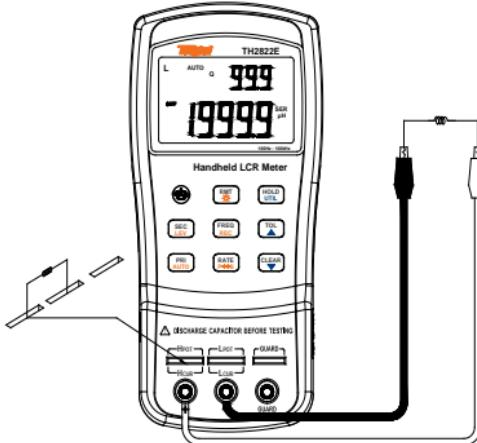
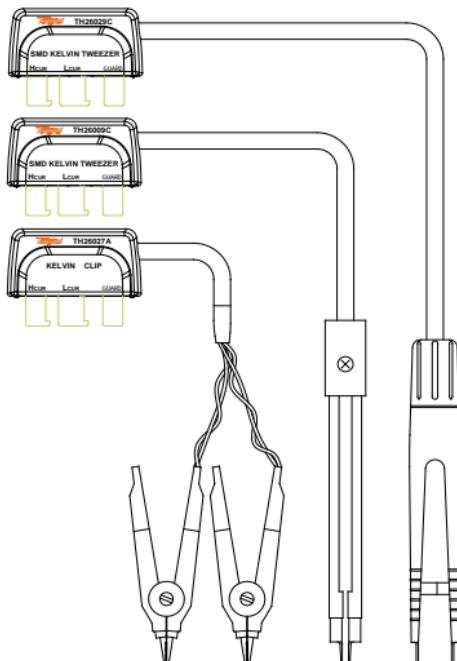
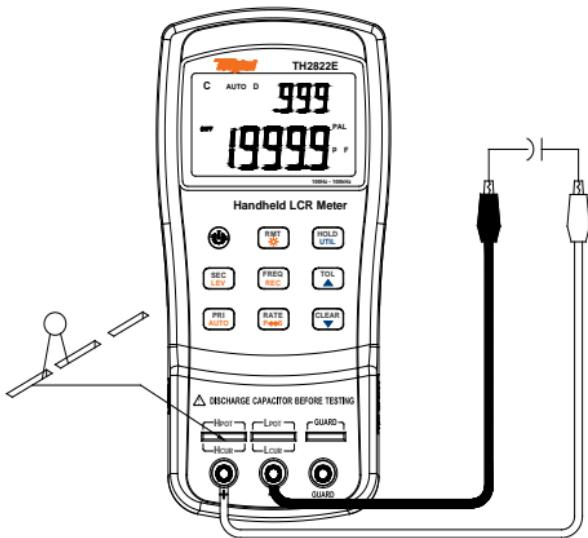
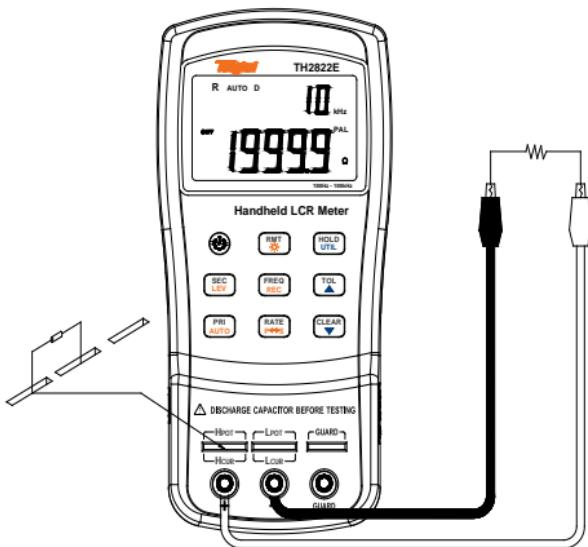

图12- 电感测量
图13 – 四端测试附件
图 14- 电容测量
图 15- 电阻测量
3. 将电感插入测试槽，或选用合适的测试附件（橡胶插头-鄂鱼夹，测试夹或**SMD**测试钳等）接入被测电感。如图12，图13为可选用的四端测试附件。
3. 将电容插入测试槽，或选用合适的测试附件（橡胶插头-鄂鱼夹，测试夹或SMD测试钳等）接入被测电容。如图14，图13为可选用的四端测试附件。
3. 将电阻插入测试槽，或选用合适的测试附件（橡胶插头-鄂鱼夹，测试夹或SMD测试钳等）接入被测电感。如图15，图13为可选用的四端测试附件。
3. 将阻抗元件（电阻，电容，电感）插入测试槽，或选用合适的测试附件（橡胶插头-鄂鱼夹，测试夹或SMD测试钳等，如图13）接入被测件。
3. 将阻性元件插入测试槽，或选用合适的测试附件（橡胶插头-鄂鱼夹，测试夹或SMD测试钳等，如图13）接入被测件。